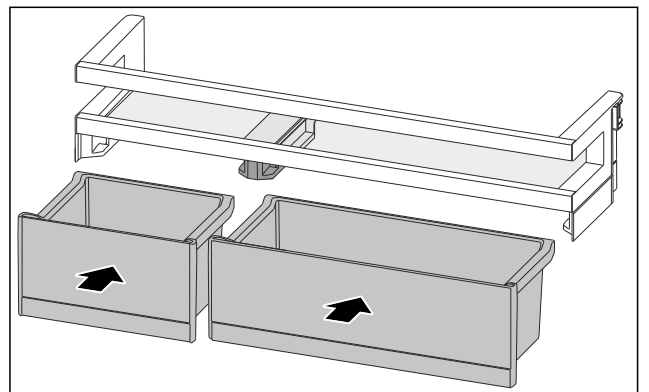

Fig. 123
- ▶ 排列互换后装入 VarioBox。(参见 Fig. 123)